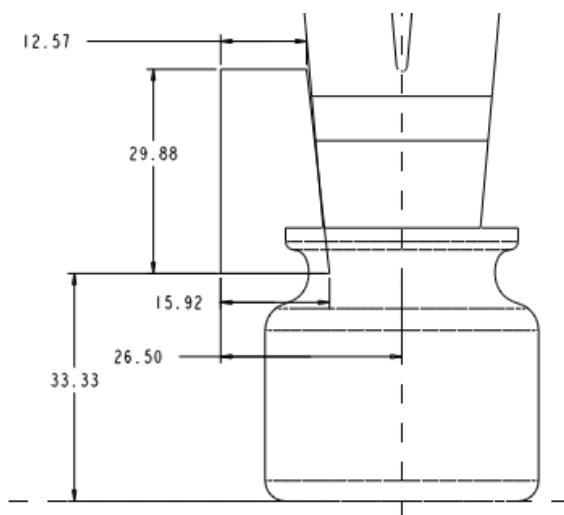

图 40-31
(2) 选择 RIGHT 基准平面为草绘平面, 绘制如图 40-31 所示的截面。